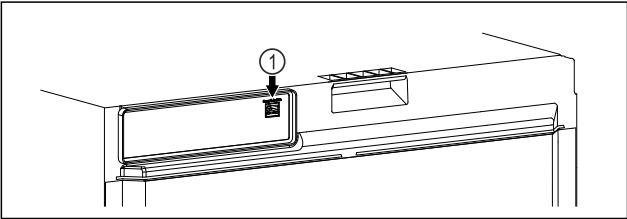

Fig. 113
- ☐ SmartModule Fig. 113 (1) 已使用。